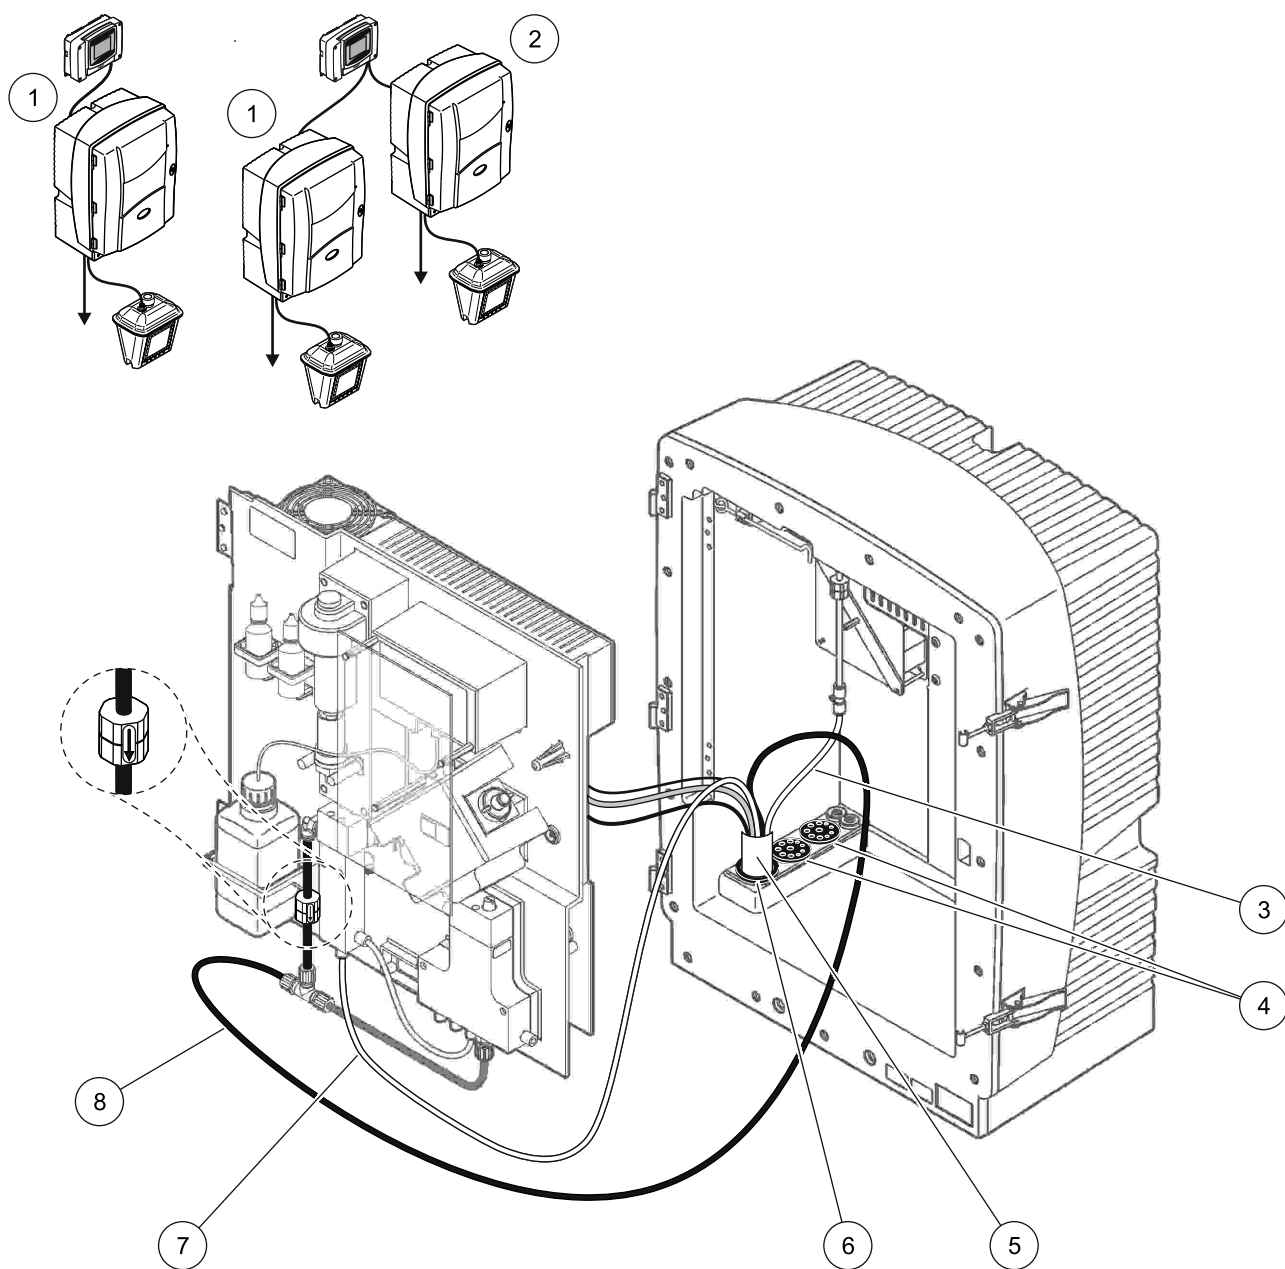

Рисунок 29 Монтаж версии 1
Для версии 1 смотрите Рисунок 29 и следующие инструкции:
2. Подсоедините шланг фильтра-пробоотборника sc (линии проб, электрокабели и дренажная трубка) через отверстие в анализаторе (позиция 5, Рисунок 29). Для фиксации используйте уплотняющую заглушку #2.
6. Присоедините дренажную трубку к фильтру-пробоотборнику sc (Рисунок 29 на стр. 89).